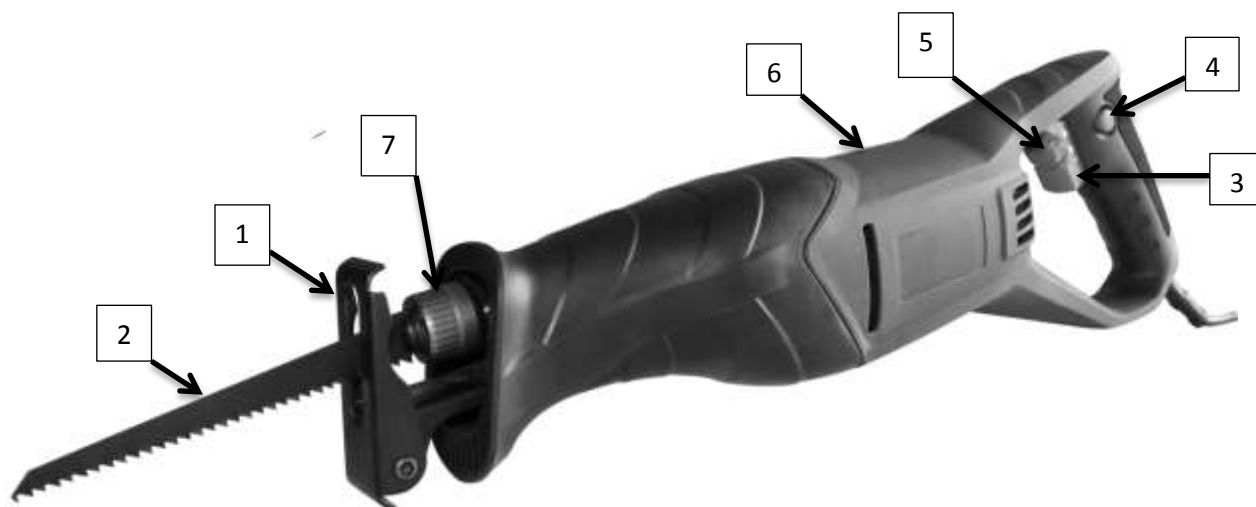

Рис.1
4.1 Общий вид пилы схематично представлен на рис.1